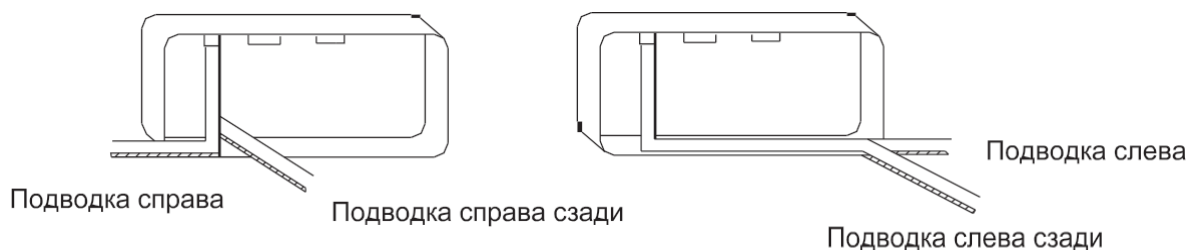

Рис. 10.8
10.2.5 При установке блока подвод соединительных межблочных коммуникаций производится непосредственно за блоком или с левой/правой стороны (рис. 10.8).
10.2.13 Блок может быть установлен на стене или прикреплен к потолку (рис. 10.8).